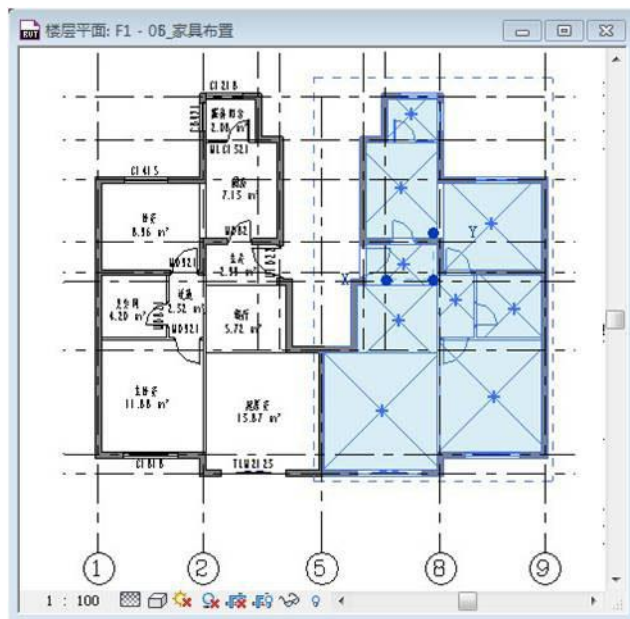

图 3-3
- 4) 光标移动到“户型-A”组上,当外围出现矩形虚线时单击选择组,单击“修改模型组”上下文选项卡的>“修改”面板>“镜像”工具,光标移动到绘图区域,在5轴上单击,即以5轴为中心镜像组“户型-A”,完成(如图3-3示)。